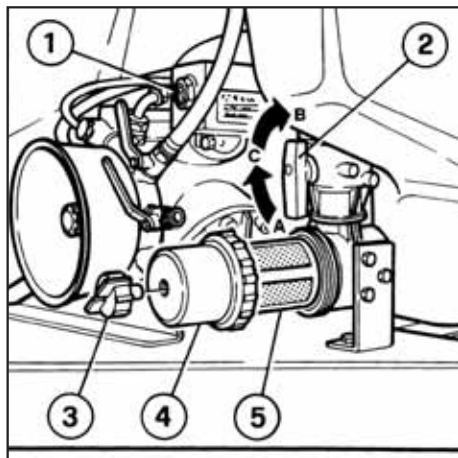

Fig. 20
È consigliabile ogni 8 ore di lavoro controllare il filtro di aspirazione (5 Fig. 20) e procedere, se necessario, alla sua pulizia.
- Mediante la valvola a sfera a tre vie (2 Fig. 20), escludere l'aspirazione dal serbatoio antiparassitari (pos. A) e dal serbatoio acqua pulita (pos. B) mettendo la leva in pos. C.
- Svitare la ghiera togliendo il coperchio (4 Fig. 20) ed estrarre la cartuccia filtrante (5 Fig. 20) pulendola con acqua pulita e una spazzola morbida, avendo cura di non versare l'acqua di lavaggio sul terreno ma di raccoglierla in appositi contenitori.